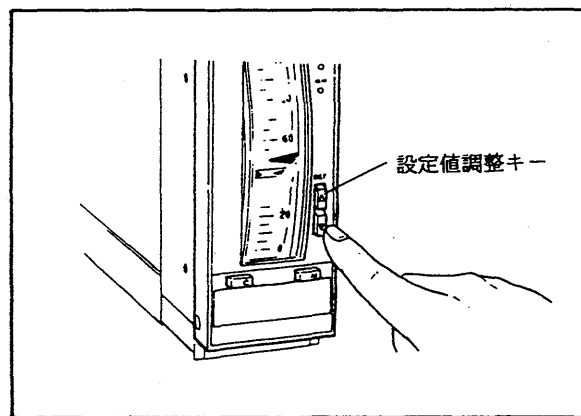

図 5.13 設定値の調整
- (2) 正面の SET キーにて、目標とする設定値に設定してください(図 5.13 参照)。